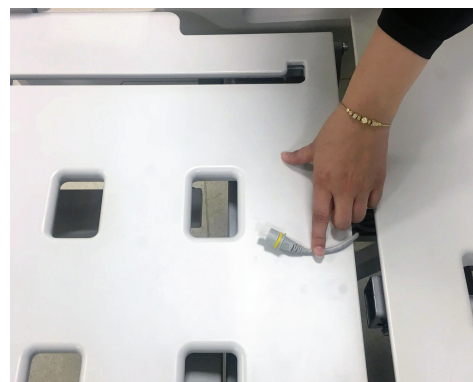

Figure 10 – Débranchement du câble de la batterie de celle-ci
5. En utilisant une bande adhésive, attacher le câble de la batterie sur le cadre du plan de couchage (Figure 10).